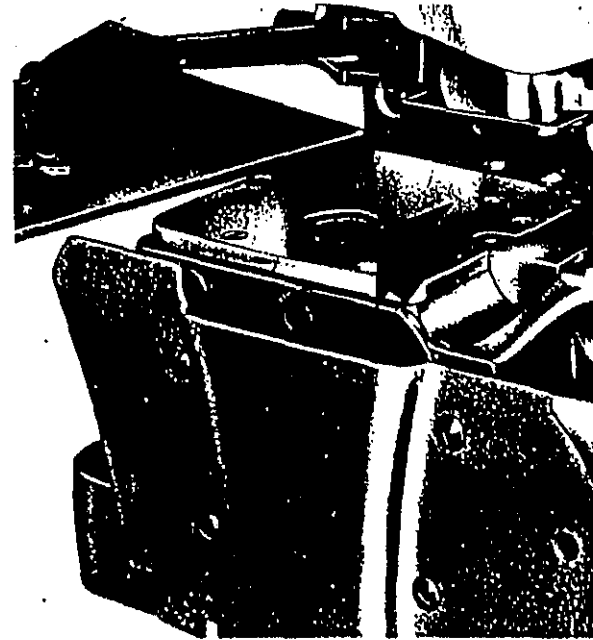

Fig. 3
1. Far ruotare il piano di lavoro verso l'esterno e svitare il tappo del foro di rifornimento sul coperchio cinematismi (fig. 3).
1. Rotate the work-table towards the outside and unscrew the filler plug of the oil-hole, which is on the mechanism's cover (Fig. 3).